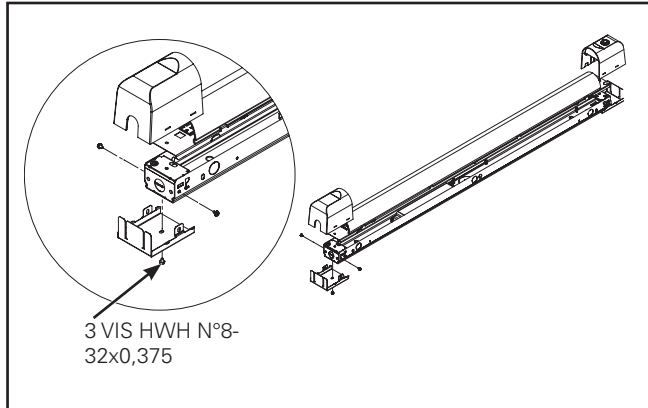

Figure 3.
1. Enlevez les capuchons d'extrémité en plastique et le support du capuchon d'extrémité à un bout du luminaire, puis mettez-les de côté. Vous en aurez besoin plus tard pour finir la rangée continue (Figure 3).